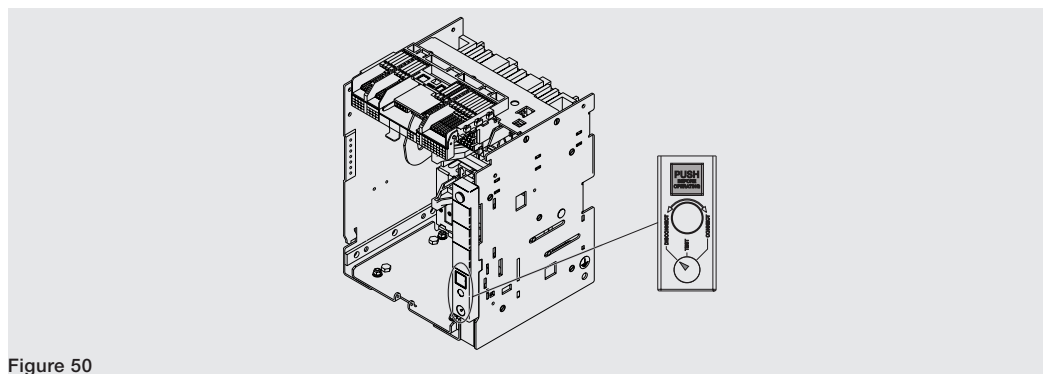

Figure 50
2. Vérifier que l'indicateur sur la partie fixe signale la position **DISCONNECT**. Voir Figure 50.